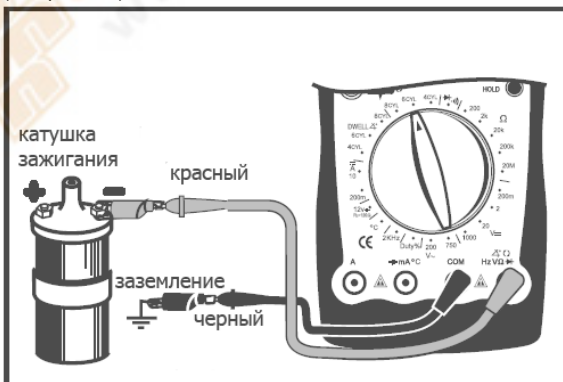

Рис. 11
J. Измерение скорости вращения двигателя ("RPMx10") (см. рис. 11)